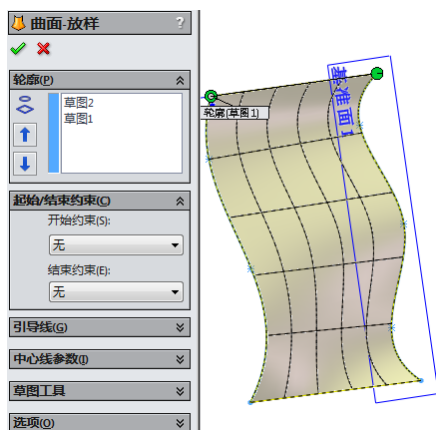

图 6-48 “曲面-放样” 属性管理器
**05** 在“曲面—放样”属性管理器中，单击图标右侧的显示框，然后在图形区域中按顺序选择轮廓草图，则所选草图出现在该框中。在右面的图形区域中显示生成的放样曲面，如图 6-48 所示。